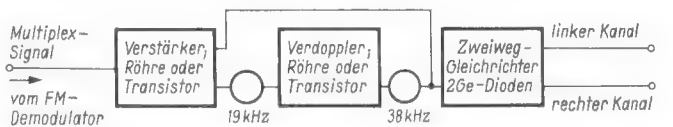
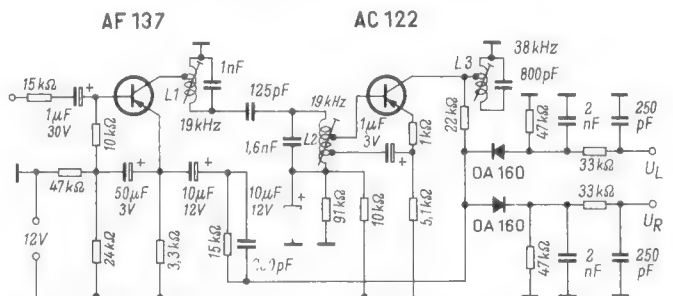
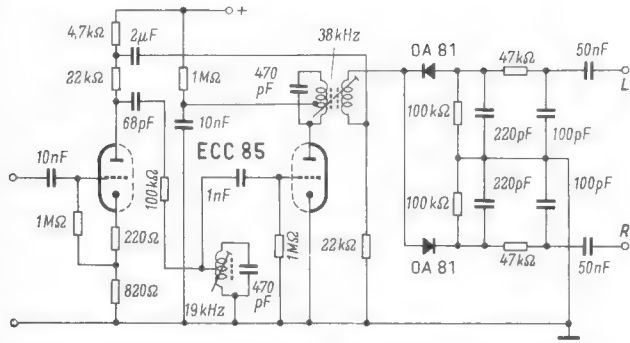
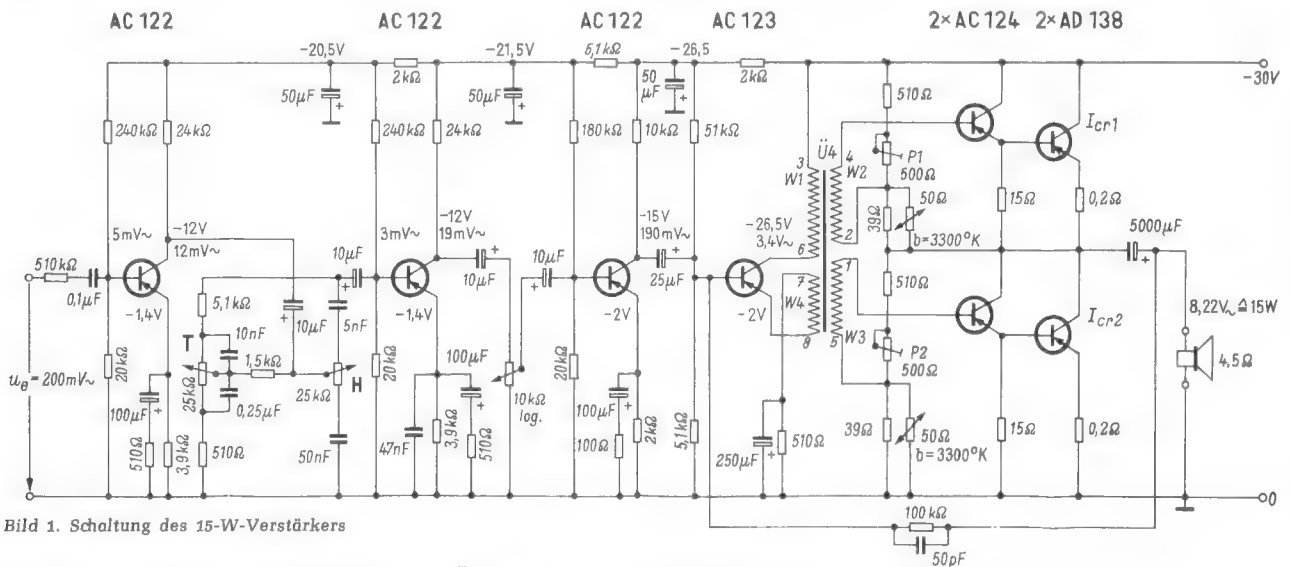

Bild 3. Prinzipschaltung für Decodierung des Stereo-Signals nach der Hüllkurven-Spitzenrichtungsmethode
Bild 4. Schaltbeispiel mit Transistorbestückung nach dem Prinzip von Bild 3 [2]
Bild 5. Schaltbeispiel mit Röhrenbestückung nach dem Prinzip von Bild 3 [3]
Bild 1. Schaltung des 15-W-Verstärkers
Um das Hilfssignal vom Hauptsignal zu trennen, könnte man beim Empfänger in genau umgekehrter Weise verfahren, als es im Sender bei der Aufbereitung des Multiplex-Signals geschieht (Bild 1). Im Empfänger liefert der FM-Demodulator (Ratiofilter) das Multiplex-Signal. Es besteht aus Hauptsignal, Hilfssignal und Pilotton (siehe FtA Mo 21). Dieses Gemisch wird verstärkt und dann durch Filter zerlegt.
Bild 1. Decodierung des Stereo-Signals. Das Multiplex-Signal wird in das Summensignal, das Hilfssignal und das Pilotton zerlegt. Durch Zusetzen von 38 kHz entsteht (L-R). Aus (L-R) und (L+R) wird in einer Matrix (L) und (R) gebildet
Bild 3 bringt die Blockschaltung für eine solche Decodierung, Bild 4 ein Schaltbeispiel mit Transistorbestückung und Bild 5 ein entsprechendes Beispiel mit Röhrenbestückung.
Zu Bild 4. Der Eingangswiderstand der Schaltung ist hochohmig, denn die erste Transistorstufe arbeitet für das Haupt- und Hilfssignal in Kollektorschaltung. Beide Signale werden am Emitter abgenommen und über ein RC-Glied zur Ampli-
Ähnlich ist die Schaltung Bild 5 aufgebaut. Das erste Triodensystem ist stark gegengekoppelt, um einen hohen Eingangswiderstand und konstante Verstärkung im Durchlaßbereich zu erzielen. Diese Linearisierung dient gleichzeitig dazu, Frequenzmischprodukte klein zu halten. Die Pilotfrequenz wird über den in der ersten Triode liegenden 19-kHz-Kreis ausgekoppelt und dem zweiten Triodensystem als Verdoppler zugeführt. Das Frequenz-Multiplex-Signal wird in die Sekundärwicklung des 38-kHz-Übertragers eingespeist.
Die Schaltung des Verstärkers zeigt Bild 1. Die Zahl der Vorstufen ist bedingt durch die Dämpfung des Netzwerkes zum Verändern des Frequenzganges und durch den hohen Eingangswiderstand des Verstärkers. Der hohe Wert von 500 kΩ wird beim Anschließen von Plattenspielern mit Kristallsystemen benötigt. Beim Betreiben des Verstärkers an einem Hf-Teil mit niederohmigem Demodulator entfällt der vorgeschaltete 510-kΩ-Widerstand. Der Eingangswiderstand liegt dann in der Größenordnung von
Der Treibertransformator besteht aus einem EI-42-Kern und ist mit Dynamoblech IV wechselseitig geschichtet. Um die Streuinduktivitäten herabzusetzen, wurde nur der halbe Wickelraum ausgenutzt und die Primärwicklung doppelt gewickelt und parallelgeschaltet. Dadurch konnten die obere Grenzfrequenz des Verstärkers erheblich heraufgesetzt und der Klirrfaktor bei hohen Frequenzen vermindert werden. Die Wicklungsanordnung geht aus Bild 3 hervor.
Bild 3. Wicklungsanordnung des Treibertransformators. Die Wicklungen W 11 und W 12 ergeben parallelgeschaltet die Wicklung W 1 in Bild 1. Kern: EI 42, Dynamoblech IV, wechselseitig geschichtet. Alle Wicklungen 0,08 mm CuL; W 11 = 2 000 Wdg., W 2 und W 3 = 500 Wdg., bifilar wickeln, W 12 = 2 000 Wdg., W 4 = 100 Wdg.
Rechts: Bild 4. Frequenzgang des Nf-Verstärkers bei maximaler und minimaler Klangbeeinflussung
Eine Gegenkopplung besteht, wie Bild 1 zeigt, aus einer zusätzlichen Wicklung W 4 des Treiberübertragers, und eine zweite führt vom Ausgang des Verstärkers auf die Basis des Treibertransistors. Die Gegenkopplungswicklung bewirkt, daß der Innenwiderstand der Treiberstufe verringert wird. Dieser bildet transformiert den Generatorwiderstand der Impedanzwandlerstufe, dadurch wird diese Stufe spannungslinear angesteuert. Diese Gegenkopplungsart be-
Das Netzwerk mit den beiden Potentiometern T und H erlaubt eine getrennte Anhebung und Absenkung der hohen sowie der tiefen Frequenzen. Die Einstellmöglichkeit beträgt bei  $15\text{ kHz} + 12\text{ dB}$  bis  $-14\text{ dB}$ , bei  $20\text{ Hz} + 19,5\text{ dB}$  bis  $-9,5\text{ dB}$ . In Bild 4 ist der Frequenzgang des Verstärkers für lineare Einstellung, maximale Höhen- und Tiefenanhebung sowie maximale Höhen- und Tiefenabsenkung dargestellt.
Mit Hilfe der Stellwiderstände P 1 und P 2 (Bild 1) werden die Ruhestrome der Endstufentransistoren  $I_{Cr1}$  und  $I_{Cr2}$  auf etwa  $100\text{ mA}$  eingestellt. Der Feinabgleich auf Klirrfaktorminimum erfolgt mit den gleichen Trimmwiderständen bei der Ausgangsleistung  $N_a = 15\text{ W}$  und der Frequenz  $1\text{ kHz}$ .